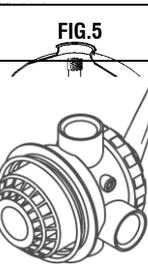

FIG. 8
5. Prendere ora la valvola fornita in dotazione e applicate la guarnizione morbida infilandola da sotto Fig. 8.